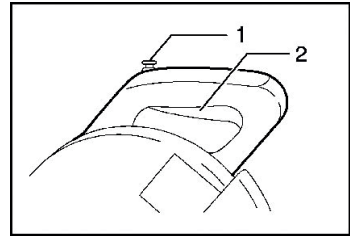

Рис. 7
- Для безопасности инструмент снабжен блокирующей кнопкой(1), которая обезопасит вас от нежелательного запуска двигателя. Перед каждым включением удостоверьтесь, что кнопка включения двигателя (2) находится в положении «OFF». Для запуска двигателя необходимо нажать блокирующую кнопку и затем перевести выключатель двигателя в положение «ON» (рисунок 7). Не нажимайте на выключатель двигателя до того, как нажали блокирующую кнопку, это может привести к его поломке.